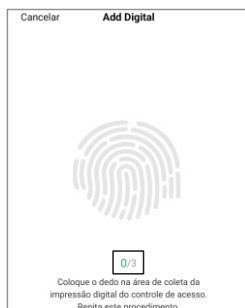

Figura 20
7. Ponga y retire el dedo registrado en el lector digital, según indica la aplicación, tres veces (figura 20).